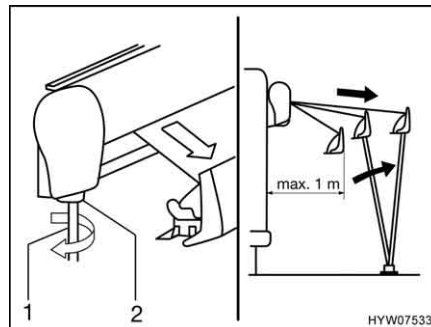

Bild 54 Markise ausfahren
- Die Kurbel (Bild 54,1) in die Bajonettfassung (Bild 54,2) der Markise stecken und entgegen dem Uhrzeigersinn drehen. Die Markise fährt nach ein paar Umdrehungen aus.